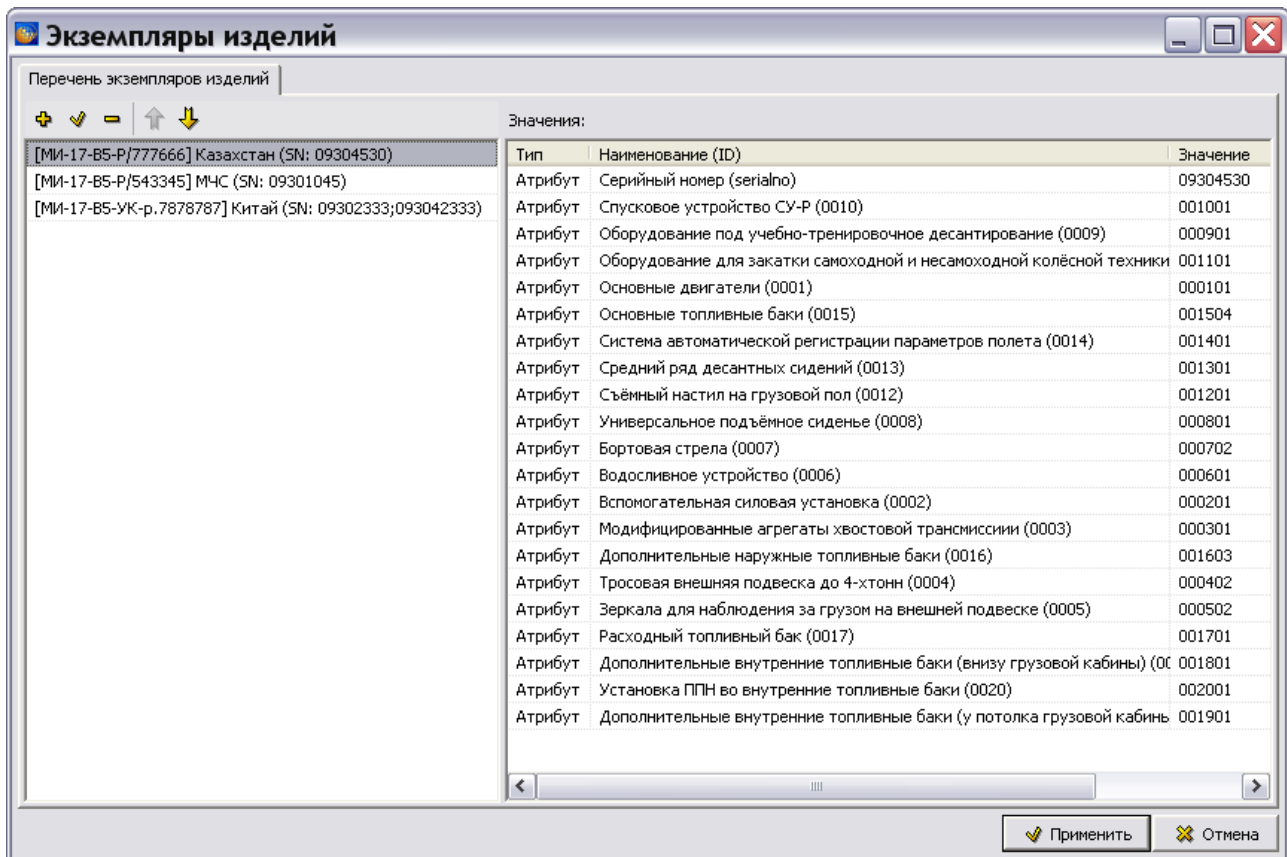

Рис. 88
3. В окне **Редактор справочников** выделите **Справочник изделий** и нажмите на кнопку **Редактировать**. В справочник **Экземпляры изделий** из системы управления конфигурациями изделий импортированы данные о следующих конфигурациях изделия Ми-17-В5: [МИ-17-В5-Р/777666] Казахстан, [МИ-17-В5-Р/543345] МЧС и [МИ-17-В5-УК-р.7878787] Китай. В окне **Экземпляры изделий** можно отредактировать данные и дополнить их (Рис. 88).